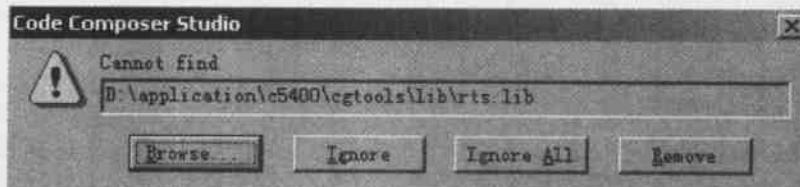

图 6.6 找不到库文件提示框
- (1) 在 D:\application\ccs\myprojects 下建立名为 Volume1 的文件夹。
- (2) 将 D:\application\ccs\tutorial\sim54xx\volume1 下面的所有文件复制到 D:\application\ccs\myprojects\Volume1 中。
- (3) 运行 Code Composer Studio,启动 Simulator。
- (4) 在 Project 菜单中选择 Open 命令,打开工程文件 volume1.pjt。这时将出现如图 6.6 所示的找不到库文件 D:\application\c5400\cgtools\lib\rts.lib 的提示,原因在于工程文件 volume1.pjt 已经被移动到 D:\application\ccs\myprojects\Volume1 中了。单击 Browse 按钮,在 D:\application\c5400\cgtools\lib\rts.lib 下选取 rts.lib 即可。